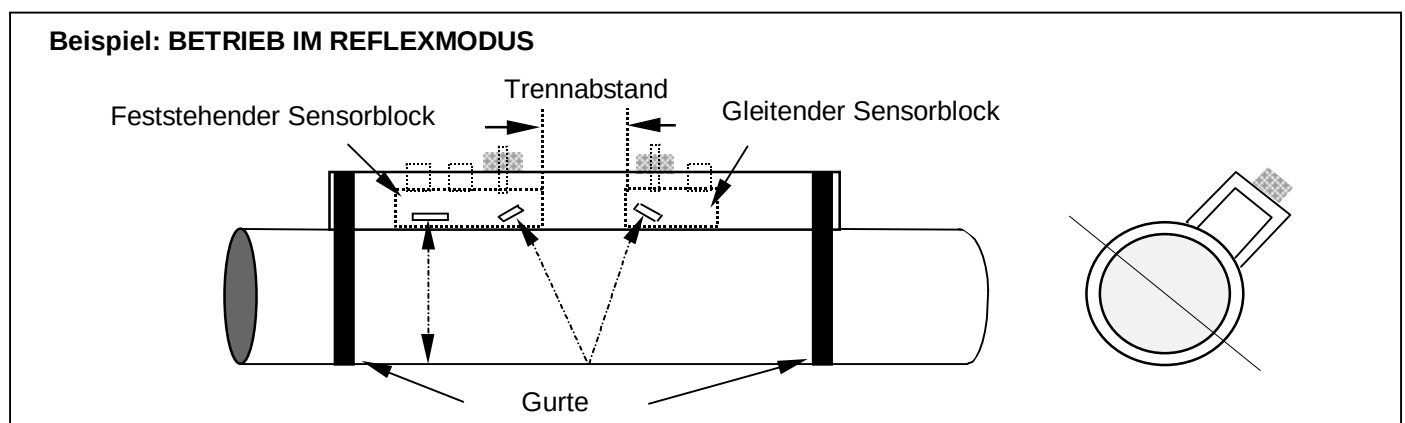

Abbildung 3
- Nehmen Sie die Befestigung entsprechend Abbildung 3 vor, indem Sie den Rändelgriff gegen den Uhrzeigersinn drehen und damit den feststehenden Meßaufnehmer am Rohr handfest zuschrauben.
Der Trennabstand kann dadurch eingestellt werden (siehe Abbildung 3), daß der gleitende Meßaufnehmer soweit entlang der Skala verschoben wird, bis sich das vordere Ende in der empfohlenen Entfernung befindet. Drehen Sie den Knopf nun so lange gegen den Uhrzeigersinn, bis der Meßaufnehmer fest mit der Rohroberfläche verbunden ist.